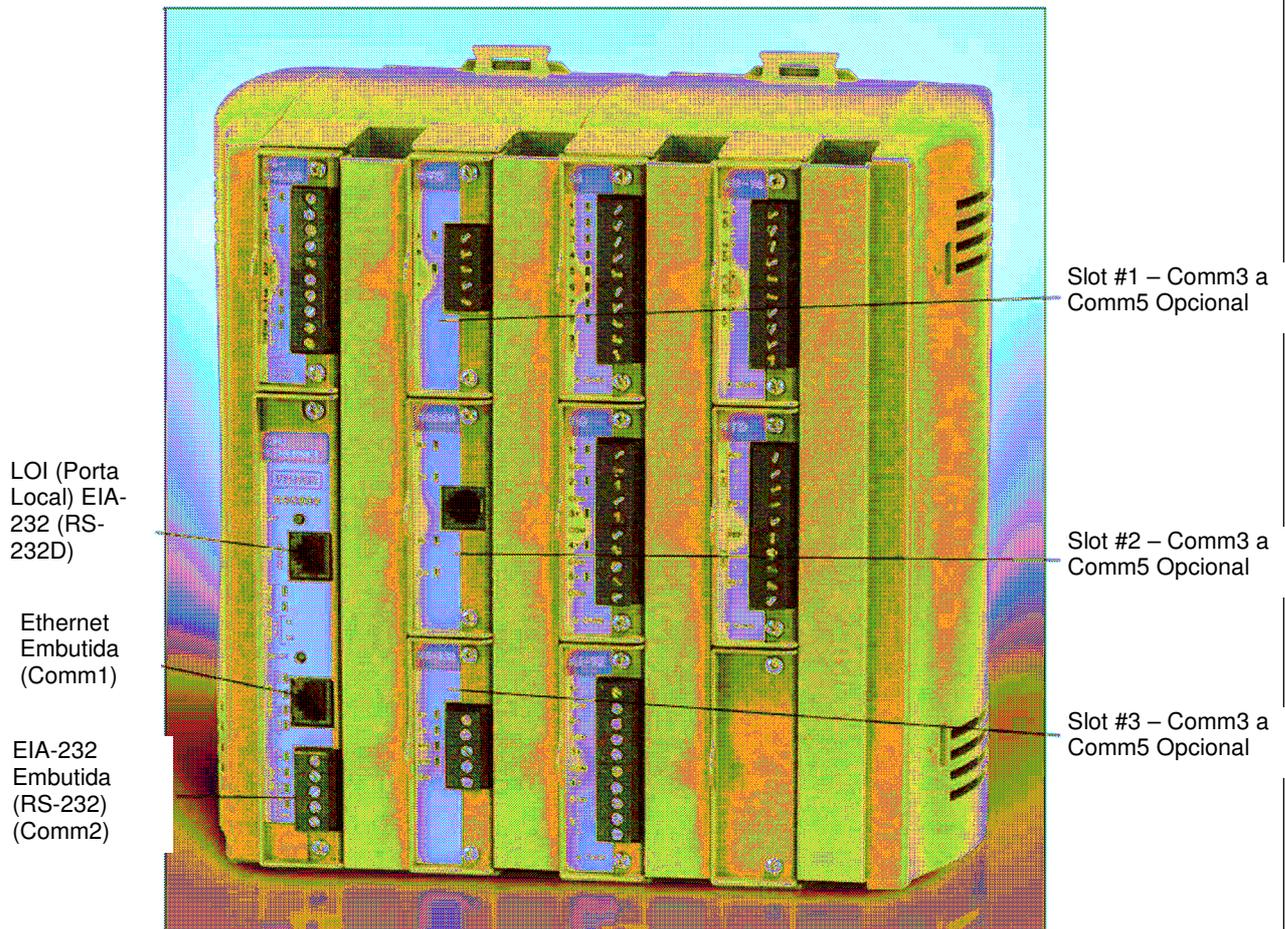

Figura 5-1. Portas de Comunicações
Os módulos de comunicação consistem de um módulo de comunicações (*card*), uma porta de comunicação, bloco de terminais de instalação, LEDs e conectores para placa-mãe. A unidade ROC Série 800 pode suportar até três módulos de comunicação em três módulos *slot*. Conforme mostra a Figura 5-1.
- ❖ **NOTA:** Os módulos de comunicação podem ser instalado somente nos *slots* 1, 2 ou 3. Conforme mostra a Figura 5-1.